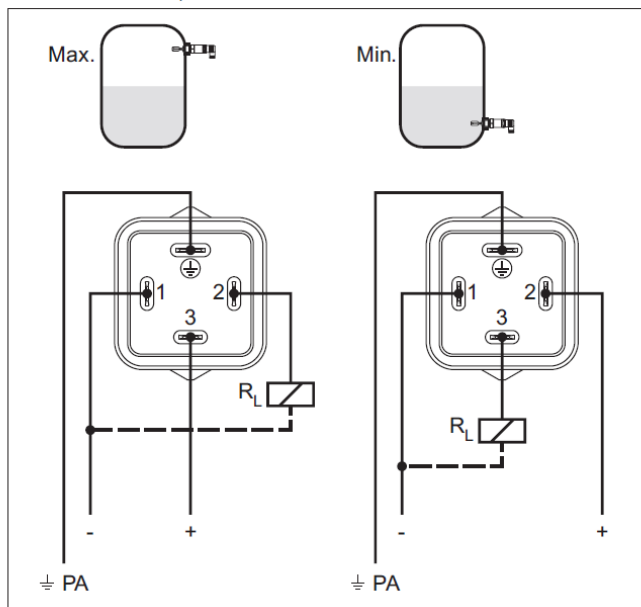

Рис. 5. Схема підключення розетки роз'єма.
- 6) Під'єднайте кінці провідників до гвинтових клем відповідно до схеми підключення (рис.5).